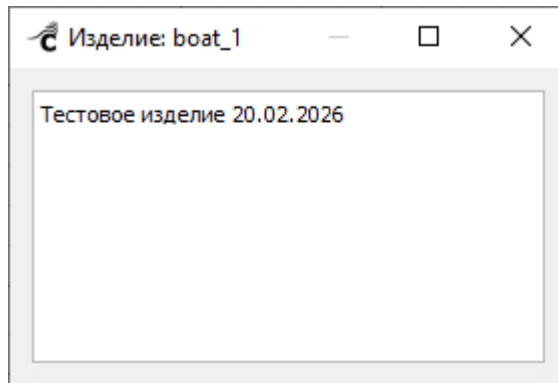

Рисунок 184 – Окно просмотра информации об изделии
- кнопка  «Описание изделия» – открывает окно просмотра описания выбранного в списке изделия (Рисунок 184);